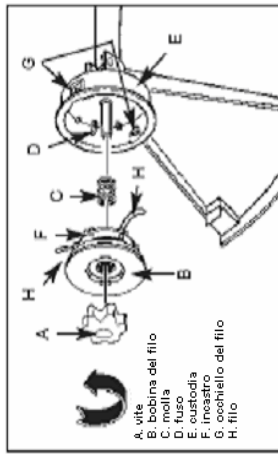
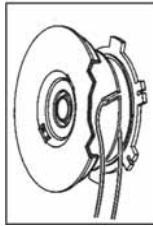

Fig. 9A
Fig. 9B
1. Togliete la vite (A) girandola in senso antiorario (fig. 9A). Eventualmente usate il cacciavite.
2. Dal fuso (D) togliete la bobina del filo (B) e la molla (C).
3. Togliete il resto del filo tagliente (H).
4. Inserite il filo lungo 14' (4.3 m) del diametro .080" (2mm). Inserite la fine del laccio nell'incastro della bobina del filo (fig. 9B).